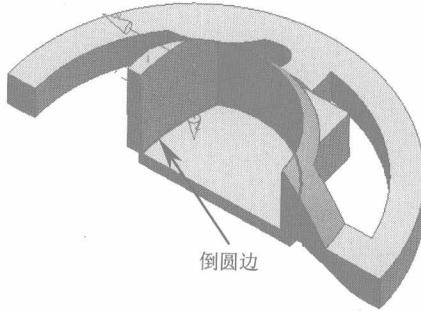
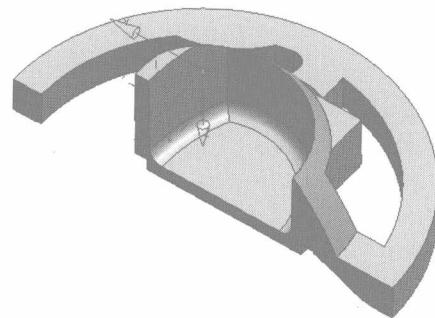

图1-24
图1-25
7. 在菜单栏中选取【插入】/【细节特征】/【边倒圆】命令，弹出【边倒圆】对话框，选取图 1-24 所示的实体边缘作为倒圆边，输入圆角半径为“1”，单击**确定**按钮创建边倒圆特征，如图 1-25 所示。